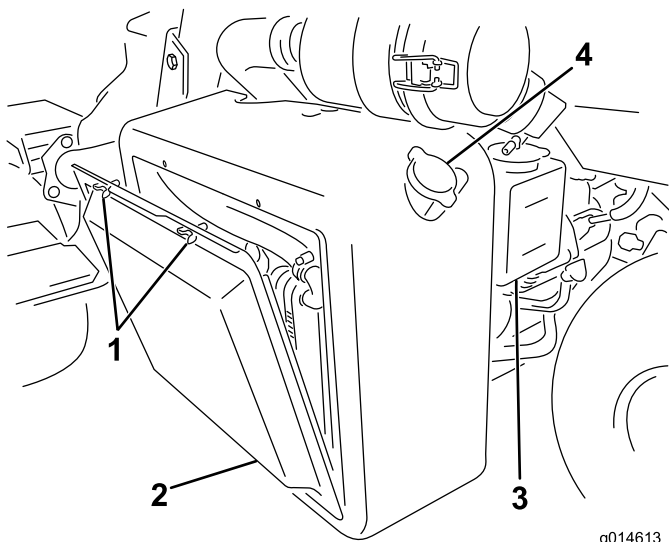
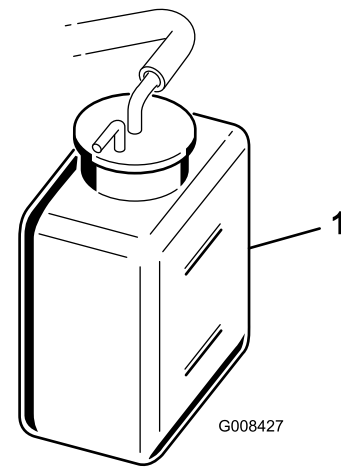

Figure 46
Figure 47
1. Retirez l'écran du radiateur (Figure 46).
2. Contrôlez le niveau de liquide de refroidissement (Figure 46 et Figure 47).